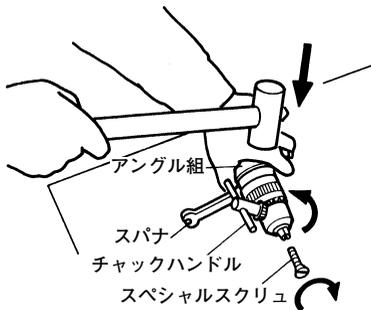

図 6
① 図6のように、ドリルチャックのつめ部分を最大限に開いた状態で⊖ドライバーで右に回してスペシャルスクリュを取りはずします。
② アングル組のスピンドル六角部(図6参照)に付属の13mm×17mmスパナの17mm側を挿入し、ドリルチャックのハンドル用穴にチャックハンドルを入れます。
③ 図6の状態ですりチャック側から見て、反時計方向に回るようにチャックハンドルの先端を木ハンマ、あるいはプラスチックハンマで軽くたたきます。
④ ドリルチャックがゆるみましたら、手ではずします。